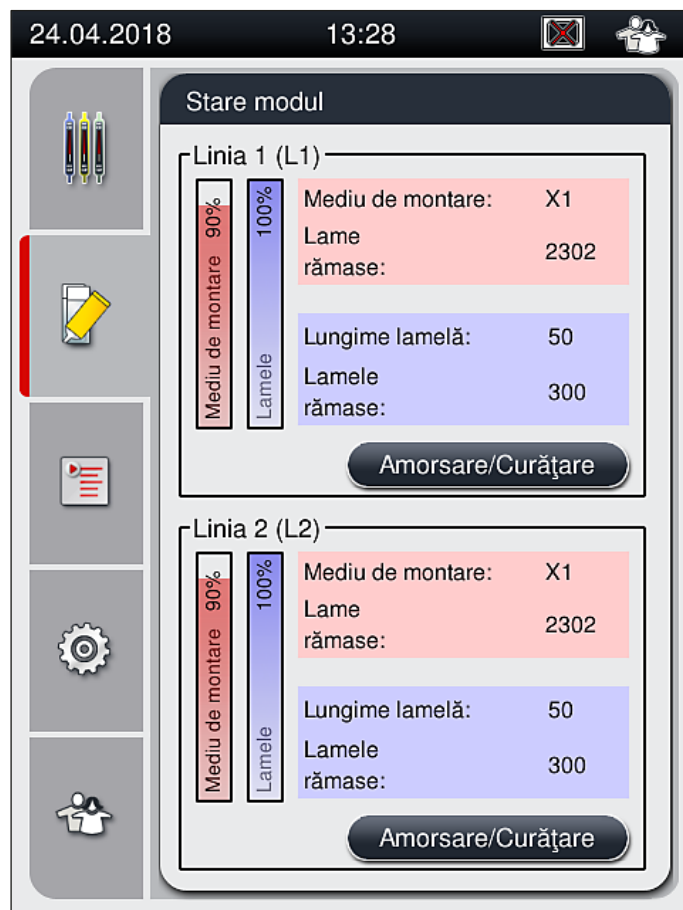

Fig. 53
10. Flacoanele cu mediu de montare care sunt reintroduse sunt detectate de software-ul instrumentului, iar **Stare modul** (→ Fig. 53) este actualizat.